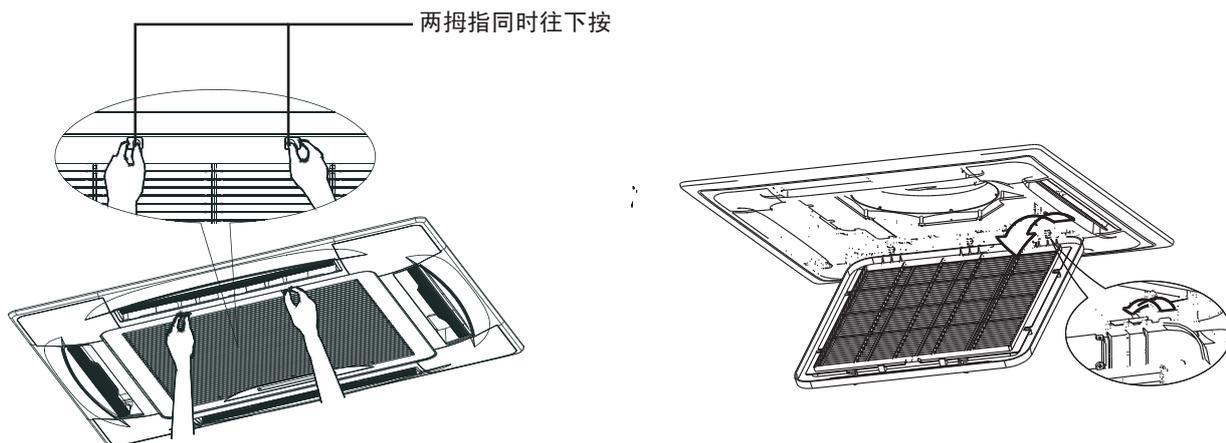

图5.2 四面出风嵌入式
- ①对于四面出风式，两拇指同时向下按动格栅卡扣，然后向下拉出进风格栅，并拔掉控制盒引线，并向上提起，取下进风格栅（见图5.2）。